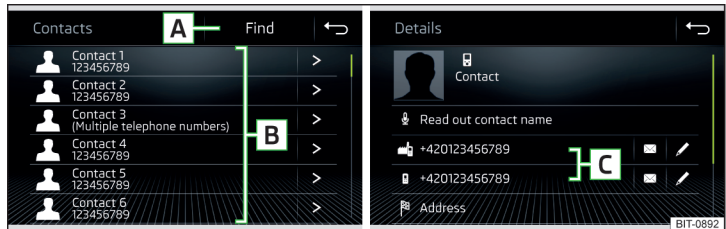

Abb. 193 Liste der Telefonkontakte / Kontaktdetails
- › Im Hauptmenü *Telefon* die Funktionsfläche  antippen, es wird eine Liste der Telefonkontakte angezeigt » Abb. 193.